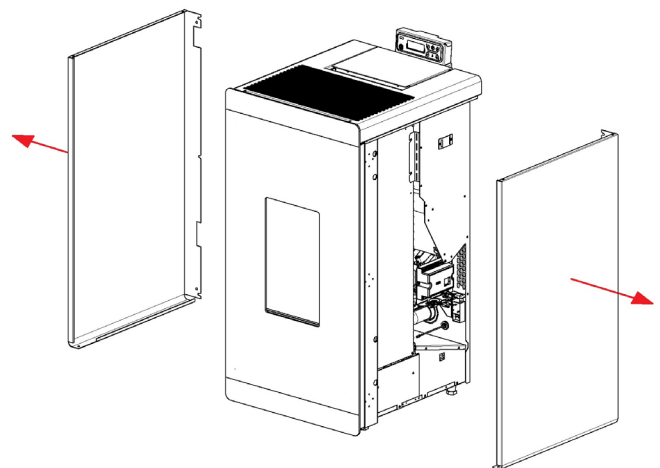

Fig. 66 - Entfernen der Seiten
- Die Seiten entfernen (siehe **Fig. 66 a pag. 28**).
- Die Seiten entfernen (siehe Fig. 66 a pag. 28).